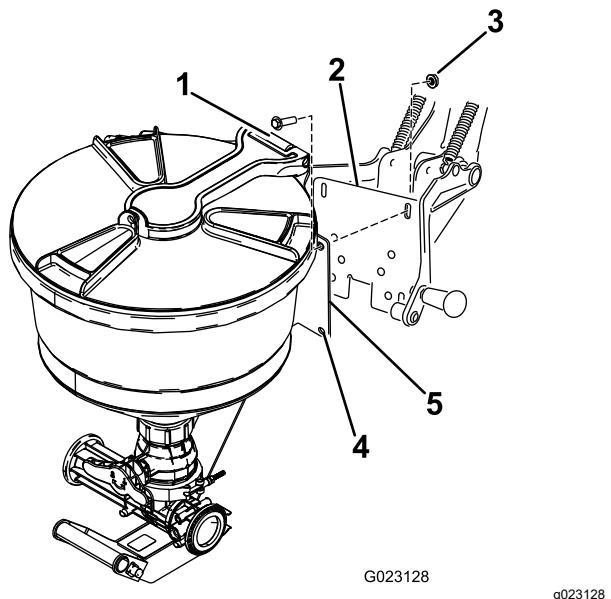

图 12
1. 将清洁加药器支架面板上的孔与托架支架上的槽对齐 图 12。